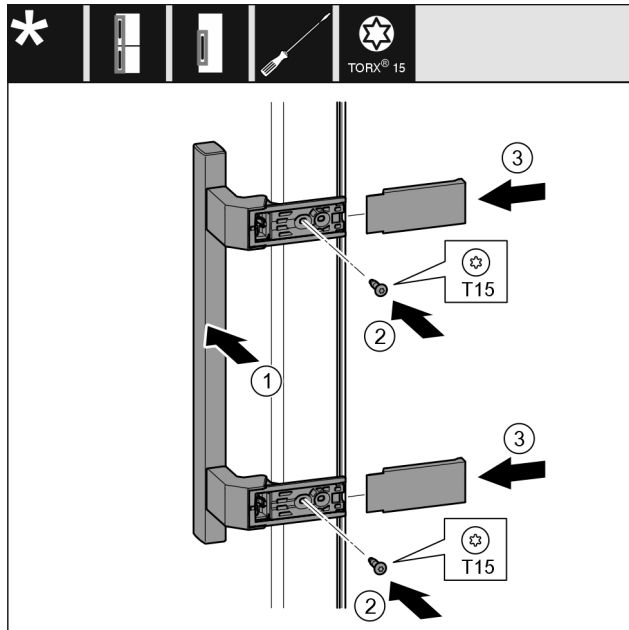

Fig. 50
- Namestite ročaj Fig. 50 (1) na nasprotno stran.
- Zategnite vijake Fig. 50 (2) z izvijačem.
- Pristavite pokrove Fig. 50 (3) na strani in jih potisnite gor.